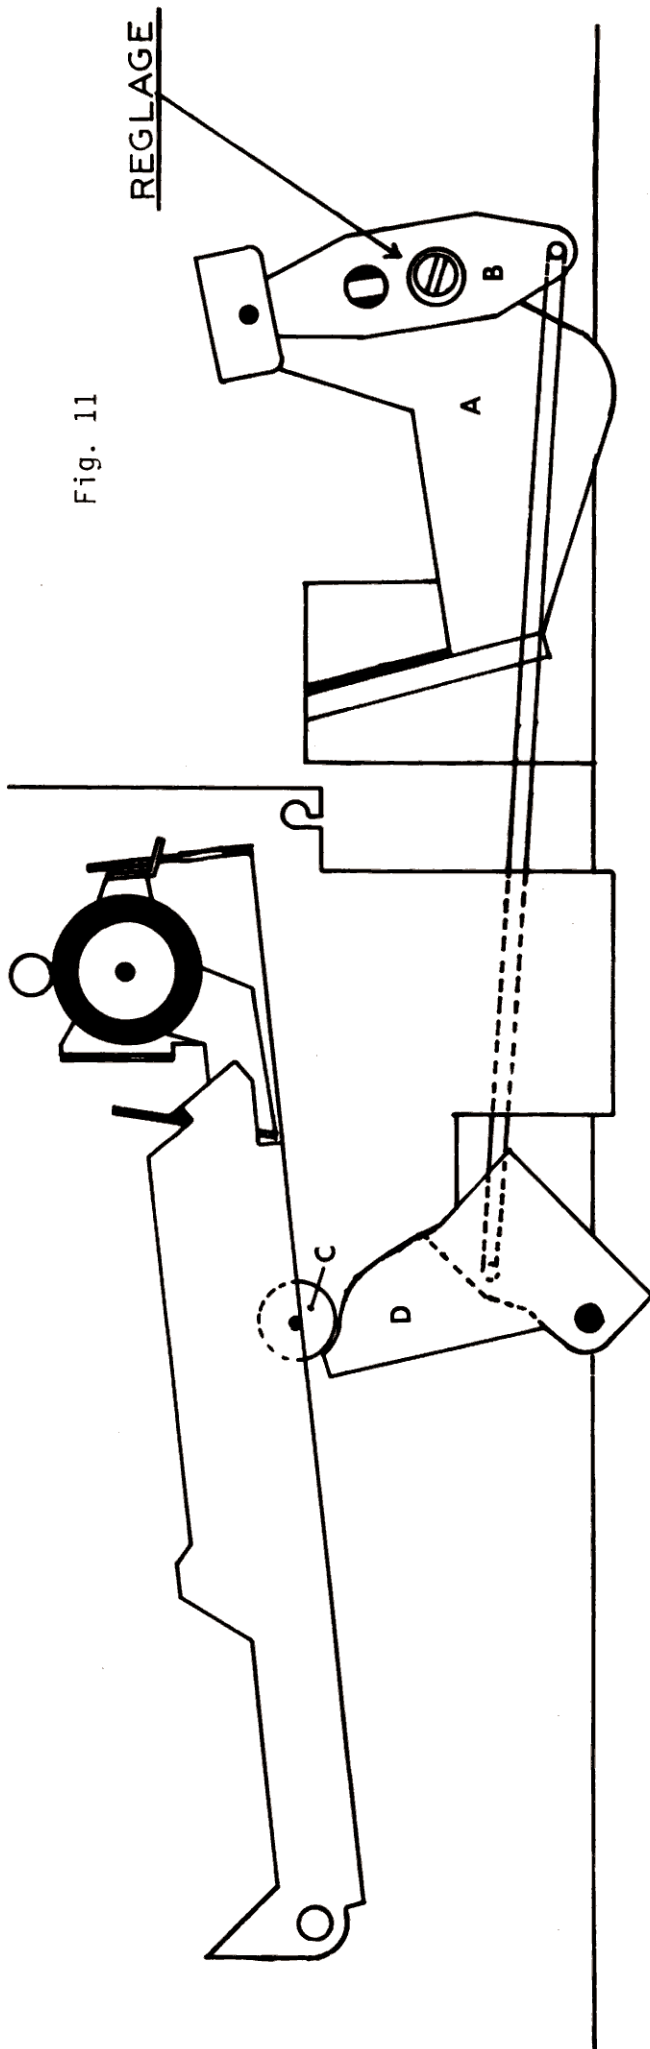

Fig. 11
- Mettre le levier "Start" (A) en butée (fig.11), régler le levier d'ajustage (B) au moyen d'une clef excentrique de telle sorte que le rouleau (C) s'engage dans la courbure de la came (D). Ensuite bloquer la vis et mettre de la laque.